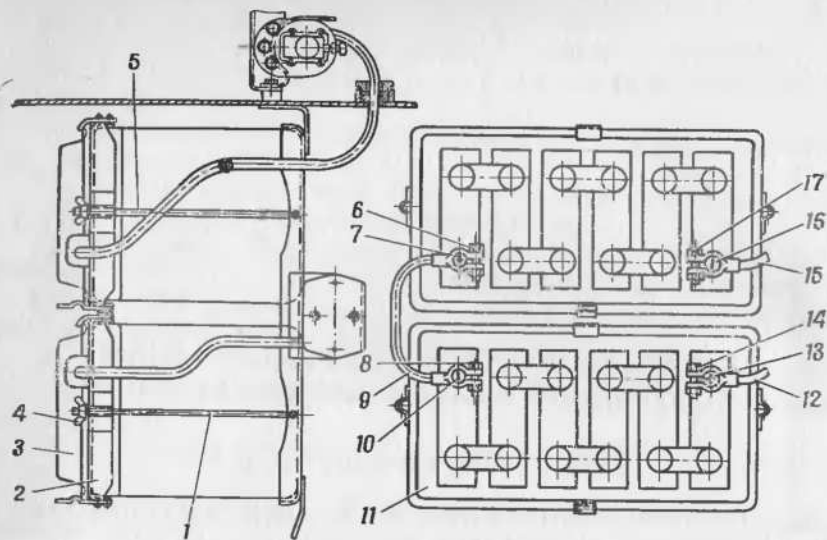

Рис. 70. Установка аккумуляторной батареи:
2. Отстопорить, снять крышки 3 (рис. 70) аккумуляторных батарей. Ослабить гайки болтов 6, 8, 14 и 17, снять с клемм 7, 10, 13 и 16 аккумуляторных батарей наконечники проводов 9, 12 и 15.
2. Установить рамку 2 (рис. 70) на стяжки 1 и 5 и закрепить гайками 4 с шайбами.